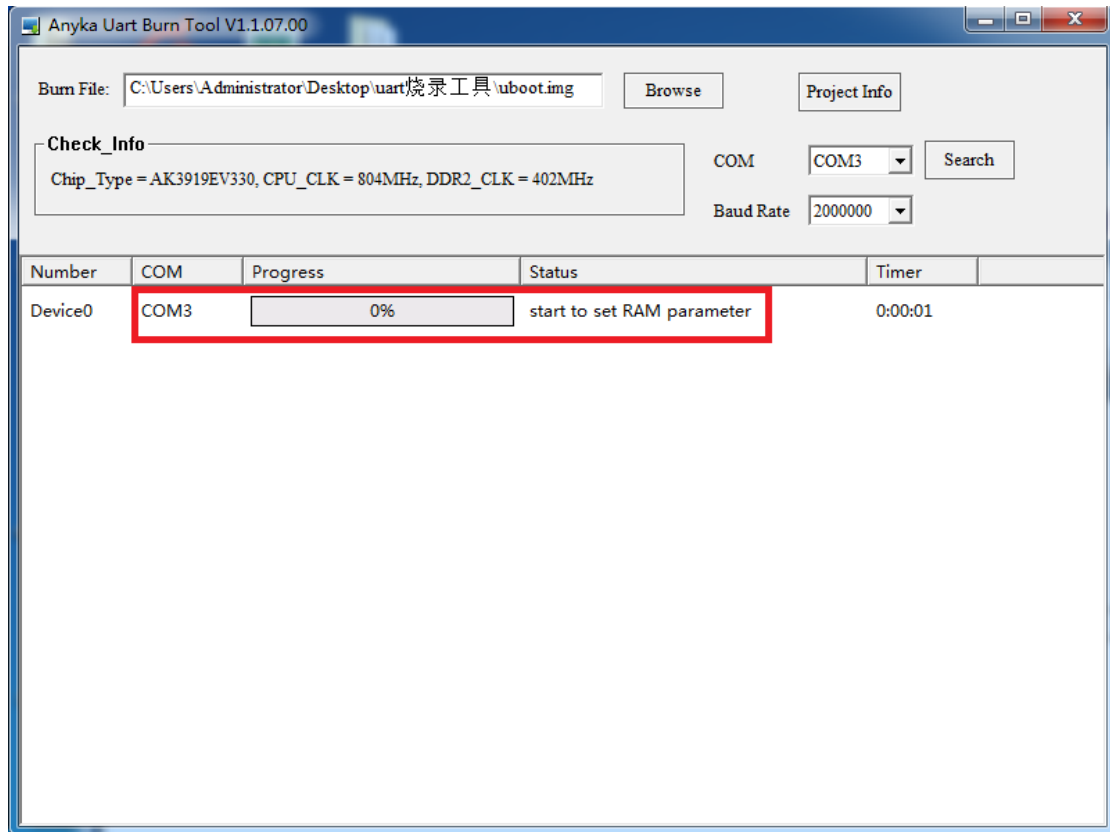

图 2-6 烧录准备
- (8) 长按开发板的【BOOT】键的同时，短按【电源开关】上电开机，直至烧录通道变为如图 2-6 所示状态，即可松开【BOOT】键。**注意：**此时工具界面的